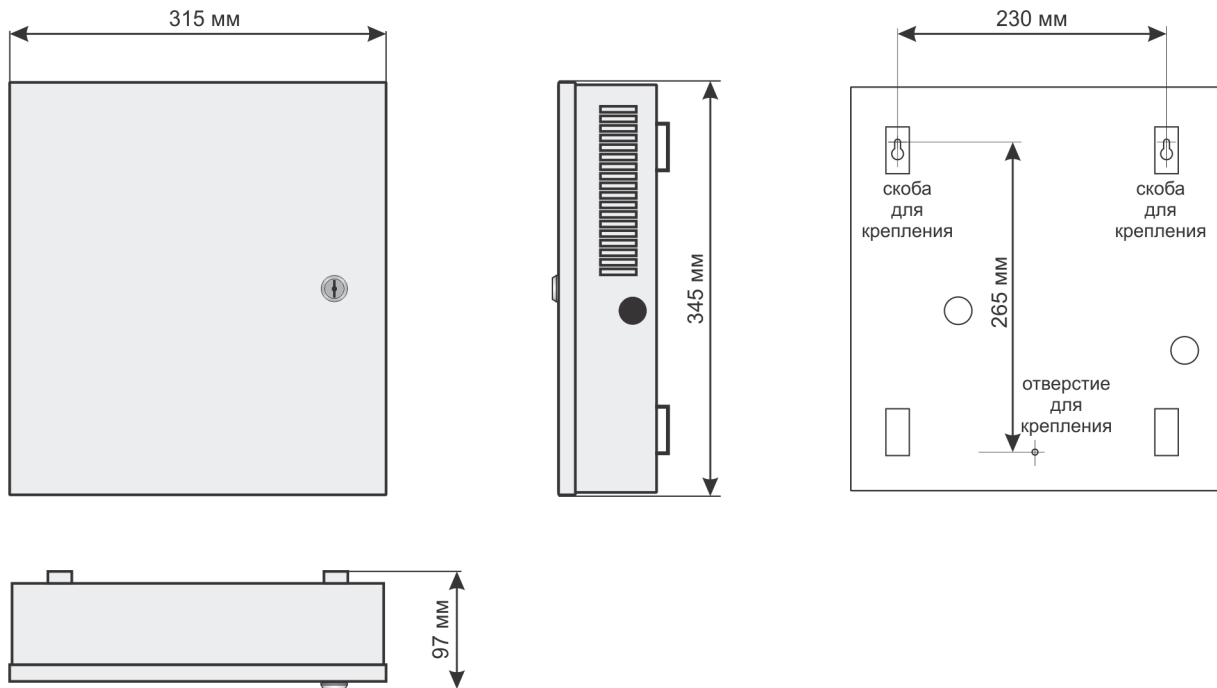

Рисунок 7
СФ-2001.24 поставляется в металлическом корпусе (рис. 7). Корпус имеет внешнюю дверцу, которая оборудована замком. На торцах корпуса расположены вентиляционные отверстия прямоугольной формы. На задней стороне корпуса расположены 4 скобы, 2 монтажных отверстия $\varnothing 20$ мм для прокладки кабеля и отверстие $\varnothing 5$ мм для фиксации корпуса на стене. С правого и левого торцов корпуса находятся монтажные отверстия $\varnothing 20$ мм закрытые пластмассовыми заглушками.
- в) В соответствии с шаблоном на рис.7, установите системный блок на стене. Проводку кабеля удобно осуществлять с задней стороны корпуса. Для этого между корпусом и стеной имеется зазор 10 мм. Так же возможна подводка кабеля с торцов корпуса, при этом необходимо удалить пластмассовые заглушки.